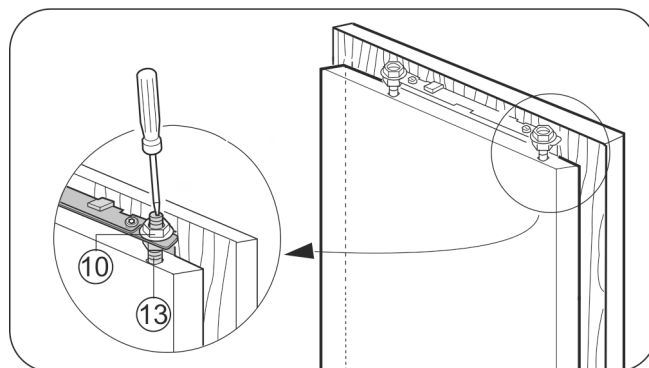

Fig. 30
- ▶ Poistné matice Fig. 30 (10) utiahnite pomocou kľúča na šesťhranné hlavy veľkosti 13, pritom pridržte justovacie čapy Fig. 30 (13) pomocou skrutkovača.